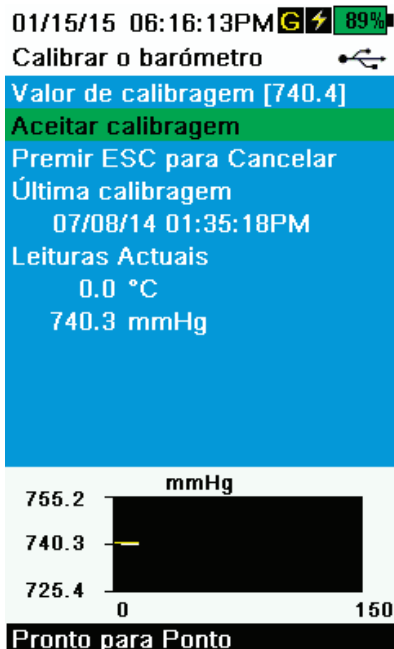

Figura 46 Calibrar Barómetro
3. Seleccione **Aceitar calibração** (Figura 46). "Calibração concluída!" aparece na área de mensagens.